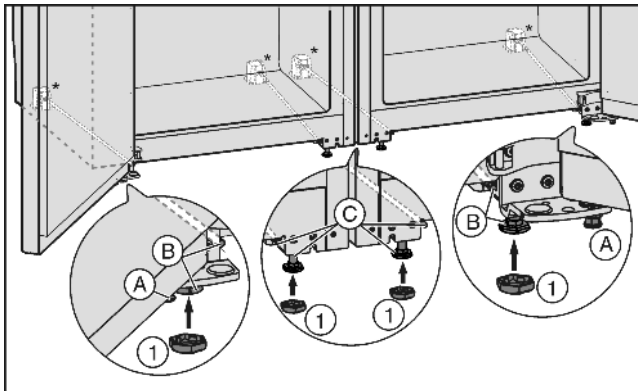

Fig. 4
- ▶ Evt. stelpootjes Fig. 4 (A) aan de voorkant van beide apparaat geheel indraaien, zodat ze de vloer niet raken.
- ▶ Kappen Fig. 4 (1) op de vier voorste stelpootjes steken.
- Middelste stelvoetjes Fig. 4 (C) indraaien zodat ze de vloer niet raken.
- Combinatie aan de hand van de buitenste stelvoetjes Fig. 4 (B) uitlijnen.
- Middelste stelvoetjes Fig. 4 (C) weer uitdraaien tot ze de vloer raken.
- Vervolgens de deur ondersteunen: Stelvoetjes Fig. 4 (A) aan de lagerbus uitdraaien tot ze de vloer raken, daarna 90° verder draaien.